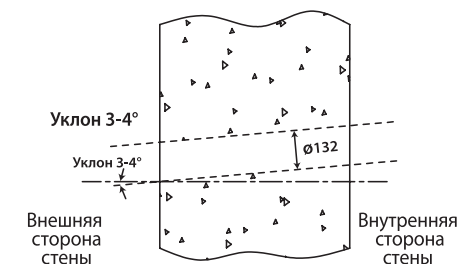

Рис. 2
- Установите угол наклона коронки таким образом, чтобы отверстие имело уклон 3-4° вниз в сторону улицы, как показано на Рис.2, для того, чтобы осадки не смогли попасть с улицы внутрь помещения.